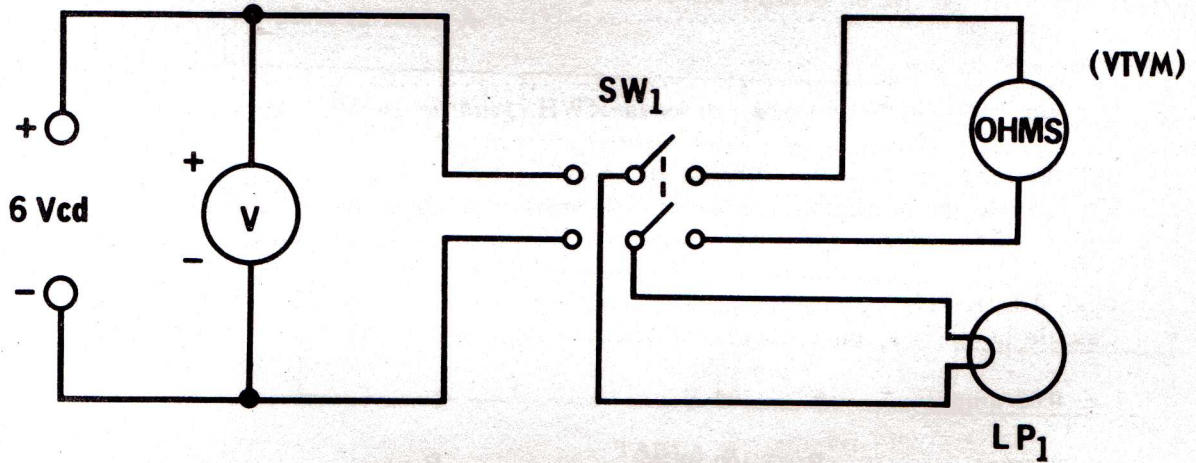

Fig. 8-1
9. Construya el circuito de la Fig. 8-1. Ajuste el interruptor DPDT en la posición del óhmetro. Lea rápidamente la resistencia, ya que el óhmetro constituye una fuente de tensión que puede calentar el filamento de la lámpara. (Use el rango $R \times 10$ del óhmetro).